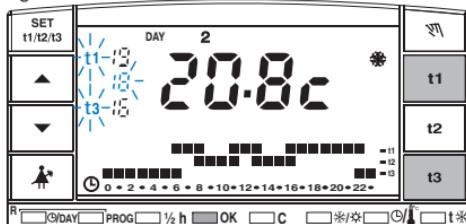

fig. 2
a) Pour fixer les deux limites de température: appuyer sur la touche t1, puis sur la touche t3; l'afficheur bloque les valeurs respectives accompagnées des symboles t1 et t3 qui clignotent. Appuyer sur la touche OK pour confirmer (fig. 2): le chronothermostat revient au programme de fonctionnement en cours.